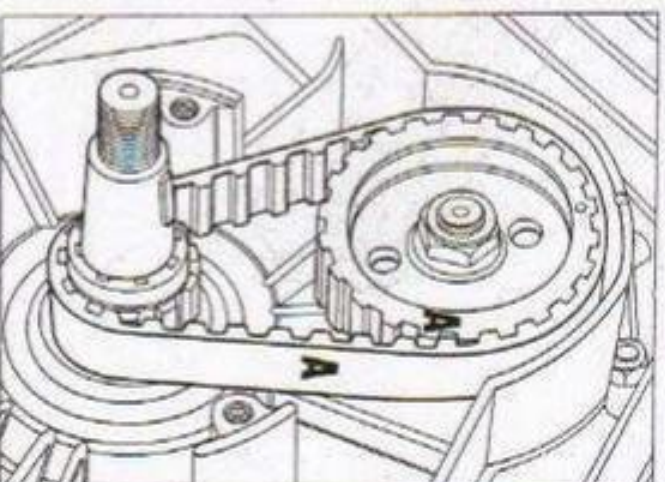
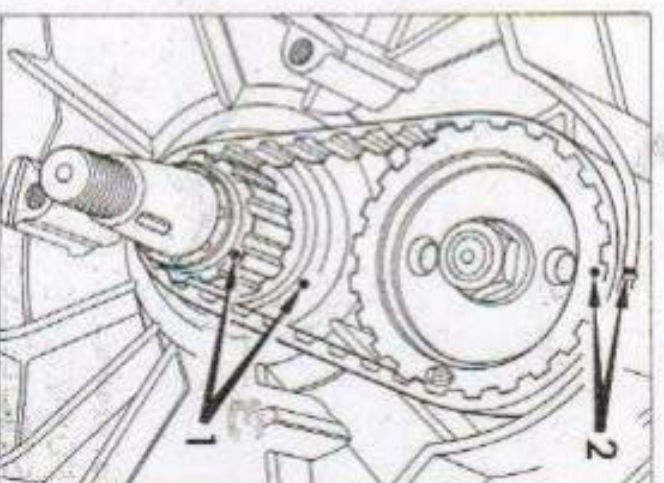

Fig. 13
Fig. 11
- 6 - Quando detto angolo è fuori tolleranza è necessario agire sul roccetto piccolo comando distribuzione, ruotandolo in modo da trovare la tacca in fase che permetta l'introduzione del roccetto stesso e stampigliare i nuovi riferimenti come Fig. 11.
- 1 - Orientare i 2 riferimenti sui roccetti come (fig. 11): procedere all'estrazione del roccetto utilizzando l'anello seeger come agancio; sostituire la cinghia controllando che la lettera stampigliata sul roccetto grande corrisponde a quella scritta sulla cinghia, vedi (fig. 13); introdurre unitamente cinghia e roccetti infilando il roccetto piccolo con la tacca in fase alla chiave (fig. 11).
- 2 - Controllare a montaggio ultimato i riferimenti della fase di distribuzione (punti 1 e 2 - fig. 11).